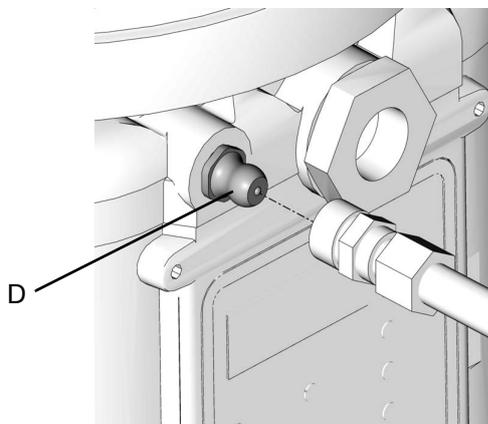

Fig. 19
<ul style="list-style-type: none"> <li>• Limpie siempre el accesorio de conexión (D) (FIG. 19) con un paño limpio y seco antes de llenar el depósito. La suciedad y/o los residuos pueden dañar la bomba y/o el sistema de lubricación.</li> <li>• Cuando cambie grasas, utilice siempre fluidos o grasas compatibles.</li> <li>• Cuando llene el depósito usando una bomba de transferencia neumática o eléctrica, debe tener cuidado de no presurizar y romper el depósito.</li> </ul>
1. Conecte la manguera de llenado al racor de engrase Zerk de llenado de entrada (Fig. 19).
1. Conecte la manguera de llenado al racor de entrada (FIG. 19).